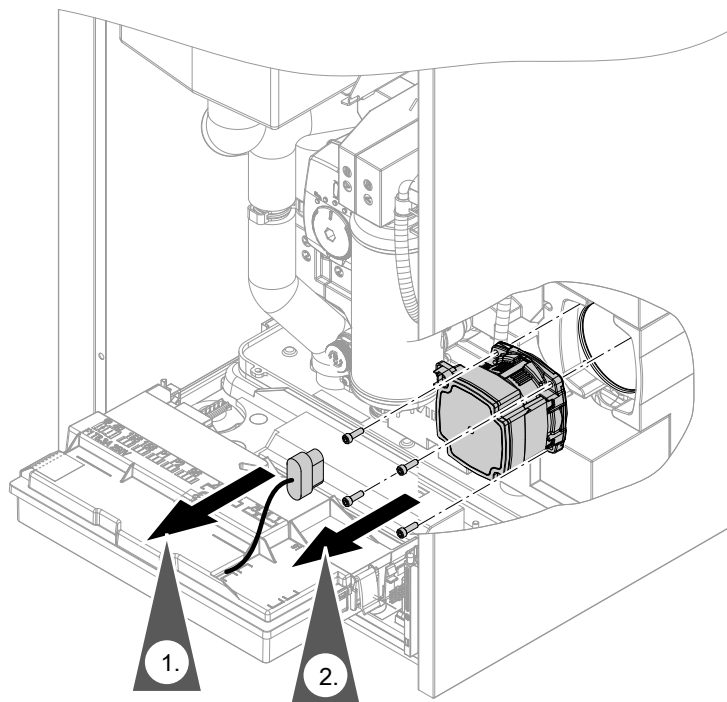

Fig. 87
- Fiches de raccordement des circulateurs : voir fig. 87.